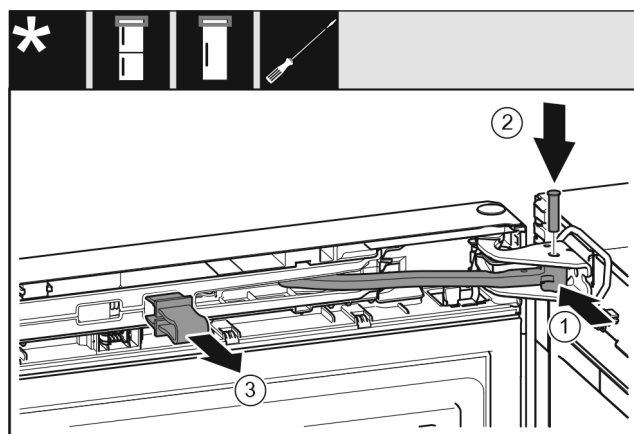

Fig. 47
- ▶ Tourner l'articulation dans le support de palier. Fig. 47 (1)
- ▶ Introduire le boulon dans le support de palier et l'articulation. Veiller à ce que l'ergot d'encliquetage repose correctement dans la rainure. Fig. 47 (2)
- ▶ Enlever l'arrêtoir. Fig. 47 (3)